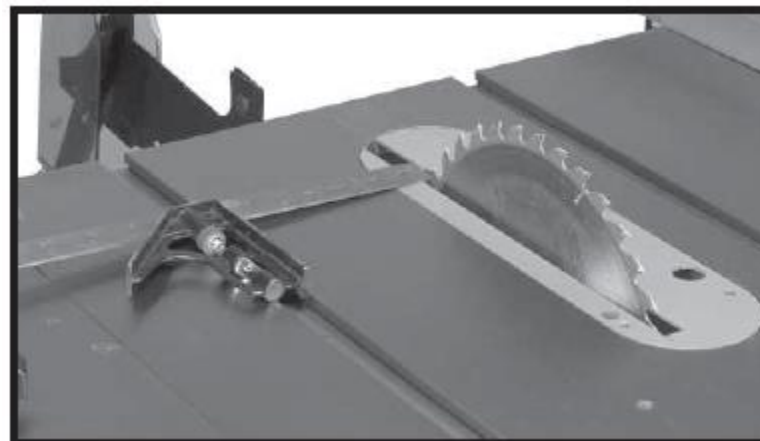

Рис. 32. Измерение расстояния от Т-образного паза до заднего положения дисковой пилы
2. Поворачивать дисковую пилу так, чтобы тот же зуб, использованный на шаге 1, был в заднем положении, показанном на рис. 32. Проверить расстояние. Расстояния в переднем и заднем положении должны быть одинаковыми.